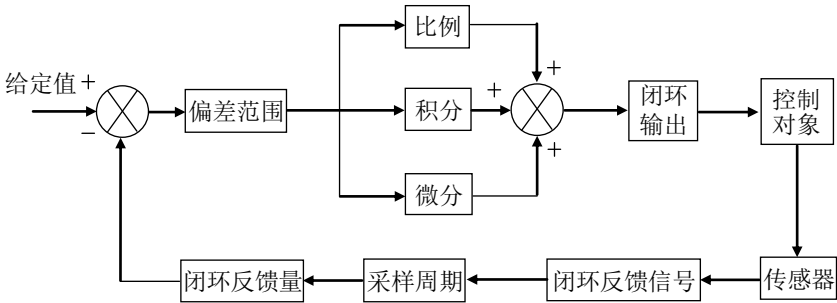

图 6-36 单一 PID 运行
- 当 FA-00=0 时, 为单一 PID 运行, 如图 6-36 所示: